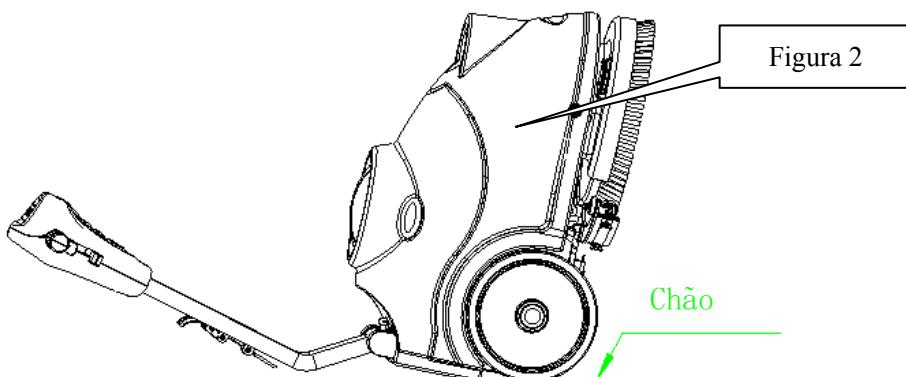

Figura 2
2. Deite a maquina nesta posição, como esta indicado na figura 2, Puxe a alavanca de elevação para cima (26) para levantar o rodo (33).
1. Desligue a maquina (47).
2. Puxe para baixo a alavanca de elevação do rodo (26) para colocar o rodo na posição de "trabalho".
3. Deite a máquina nesta posição, como indicado na Figura 2.
4. Solte os dois botões (55) sobre o rodo e deslize o rodo nos slots de apoio.